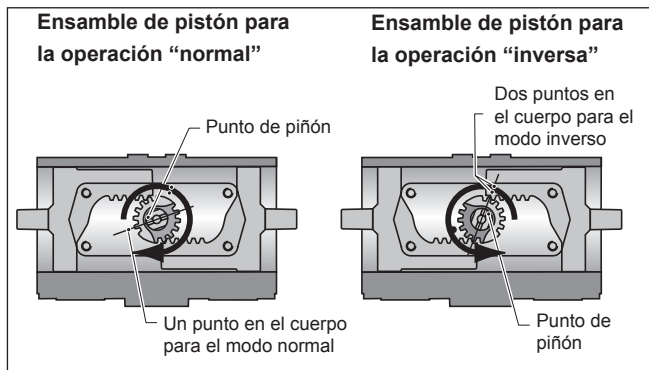

Fig. 6 Alineación de piñón
La rotación normal es en el sentido de las agujas del reloj con cada pistón moviéndose hacia el otro (vista desde arriba de la ranura en la parte superior del piñón, véase la fig. 6).
#### 10.3.1 Rotación en el sentido de las agujas del reloj (con los pistones moviéndose hacia adentro, véase la fig. 6)
#### 10.3.2 Rotación en el sentido contrario a las agujas del reloj (con los pistones moviéndose hacia adentro, véase la fig. 6)
- 3 Pase la biela retractora HYTORK debida a través del casquete (fig. 6) y atornillela
- Para XL 26 a XL681, en los pistones (20)
- 7 Una vez que se hayan colocado los casquetes y las SAFEKEYS se hayan ajustado debidamente, extraiga las bielas retractoras HYTORK y vuelva a colocar los pernos de obturación (28) y las juntas (29).